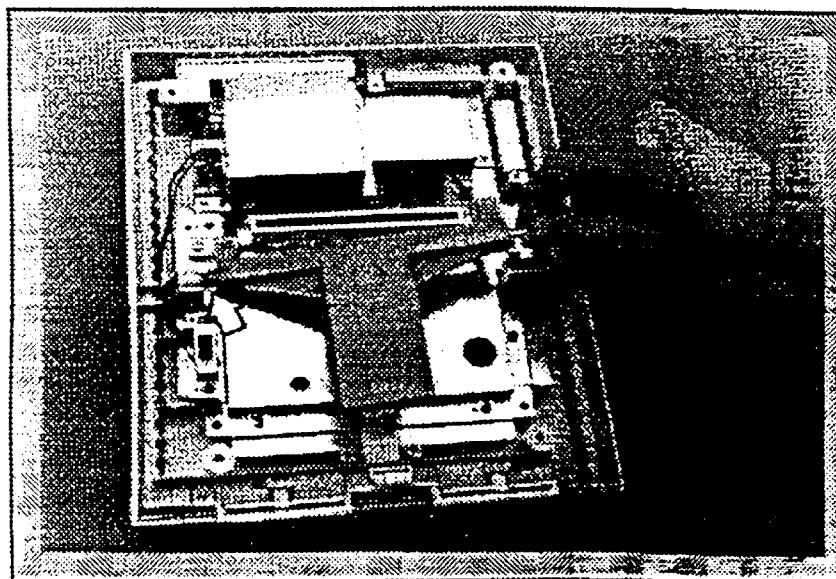

Fig. 6
3. **Mecanismo Ejetor do Cartucho:** Levante a barra do ejeter que apoia o mecanismo, para o seu lado, e puxe-o então para fora para direita. Levante o mecanismo para fora da unidade (Fig. 6).